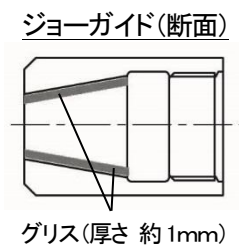

図 7-4
- 5) ジョーケースの内側(ジョーと接する面)にグリスを十分に塗布して組み付けてください。(図 7-4 参照)
- 2) 組み付ける前に、先端部品の清掃・グリスアップを実施してください。(P.13 図 7-4 参照)